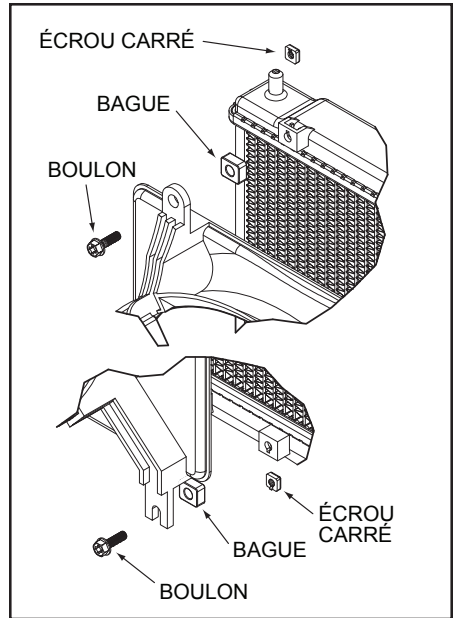

fig. 1
- **Pièce de montage de ventilateur de radiateur et/ou de ventilateur de condensateur** - S'il y a une pièce de montage de ventilateur sur le radiateur d'origine et aucune pièce de rechange n'est prévue, elle doit être retirée et réutilisée, ou une nouvelle pièce doit être achetée et installée. (Voir fig. 1)